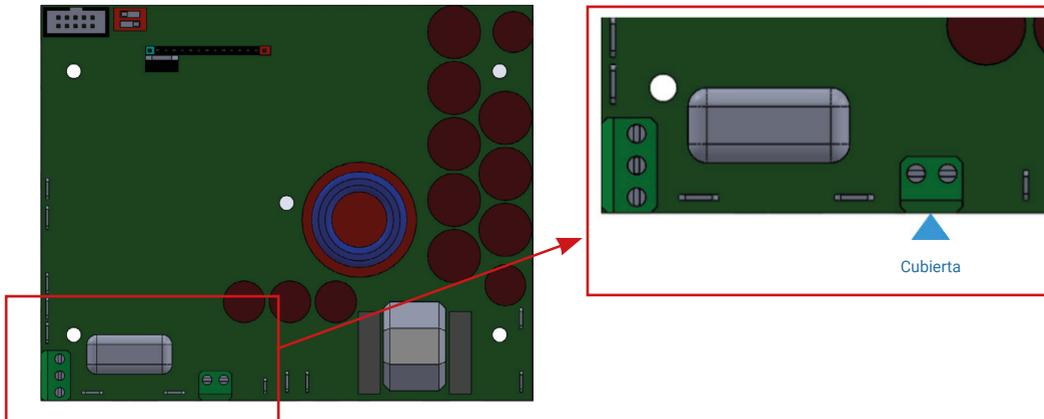

Imagen 3
- Utilizar un cable de dos hilos de poca sección para conectar las bornas del «contacto seco» a la regleta de la placa electrónica situada en el interior del cajetín de control del electrolizador, tal y como se indica a continuación en la Imagen 3.